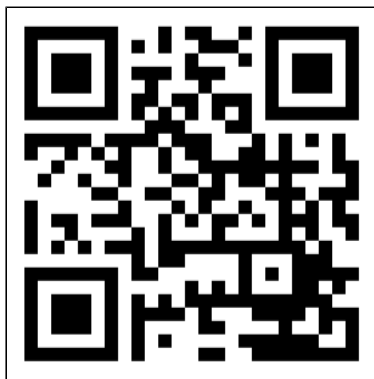

Abbildung 13.
1. Öffnen Sie das Eurom Smart App-Handbuch mit dem QR-Code (Abbildung 13) oder gehen Sie zu www.eurom.nl/nl/manuals.